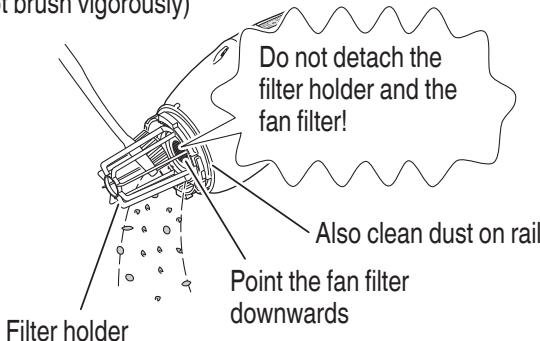

Fig. 22
2. Cleaning the fan filter (Fig. 22)